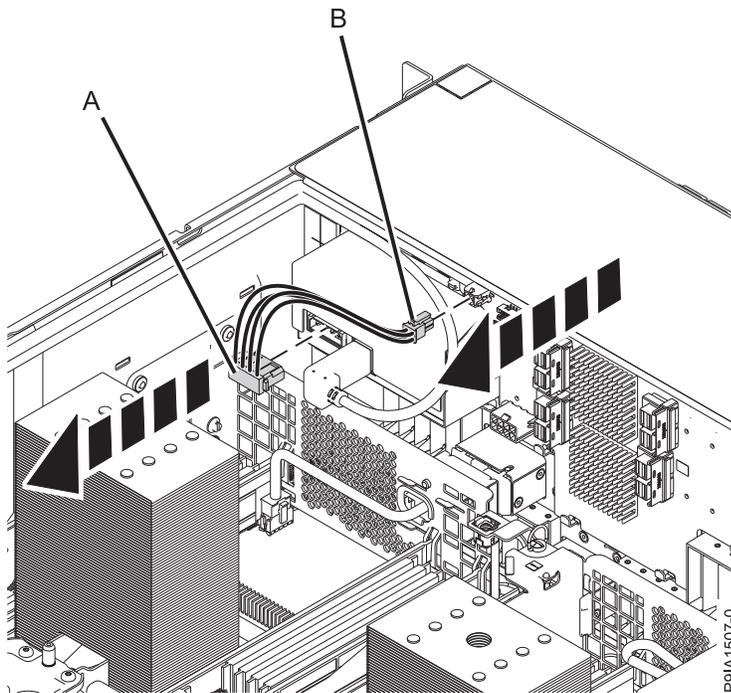

Figure 24. Déconnexion du câble d'alimentation RDX interne
3. Déconnectez le câble d'alimentation RDX interne (**B**) du fond de panier de l'unité de disque. Déconnectez l'autre extrémité du câble d'alimentation RDX interne (**A**) de la station d'accueil RDX interne, comme illustré dans la figure 24, à la page 29.